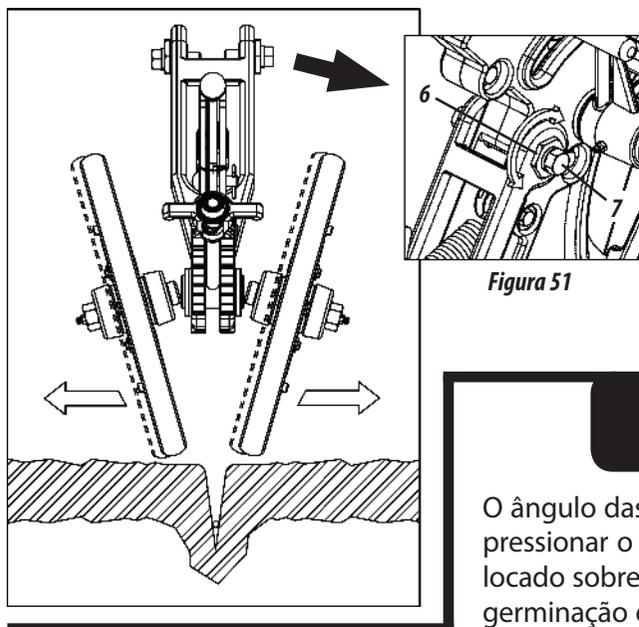

Figura 51
- 1- Solte os parafusos (7), gire as referidas buchas (6), com uma chave para atuação das rodas e alinhamento das mesmas com sulco posicionando maior ou menor quantidade de solo lateralmente a semente, **conforme mostra a figura 51.**